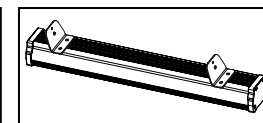

Рис. 3
- 5.12 На осветительном приборе уже предусмотрены болты для крепления скоб №1. Разместить скобы №1 на необходимом расстоянии между собой (в зависимости от установленных скоб 2) и закрепите гайками на корпусе осветительного прибора (рис. 3).